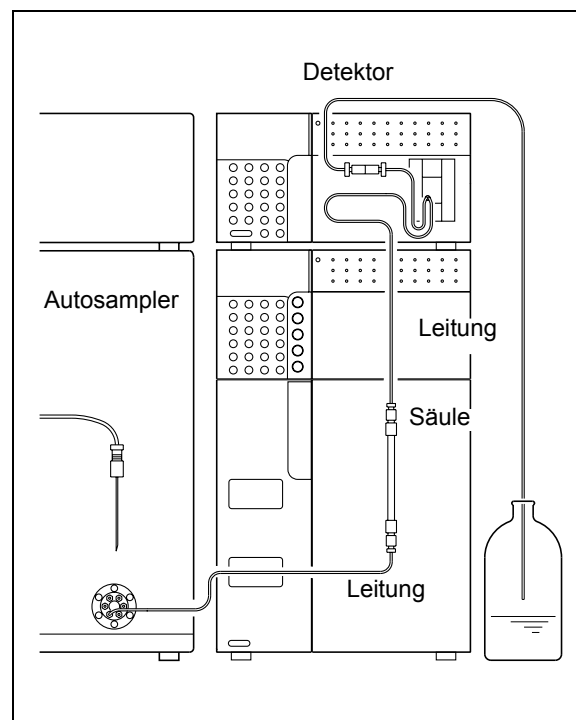

Fig. 7.9
- 4** Gießen Sie nach Beendigung der Reinigung die mobile Phase (Mischung aus Wasser und Methanol im Verhältnis 9:1 nach Vol.) in den Flüssigkeitsbehälter, und schließen Sie die Säule wieder an das LC-System an ("Fig. 7.9"). Gießen Sie Methanol als Spülflüssigkeit in den Flüssigkeitsbehälter und spülen Sie den Autosampler.